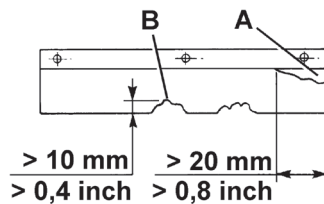

Рис. 13
4. Открутите ручки (23 и 21) и снимите правую (22) и левую (20) дверцу.
5. Проверьте целостность боковых юбок (13 и 14). Замените юбки, если в них есть порезы (А, Рис. 13) более 20 мм или трещины (В) более 10 мм (порядок замены юбки см. в руководстве по обслуживанию).
9. Проверьте целостность передней (15) и задней (16) юбок. Замените юбки, если в них есть порезы (А, Рис. 13) более 20 мм или трещины (В) более 10 мм (порядок замены юбки см. в руководстве по обслуживанию).